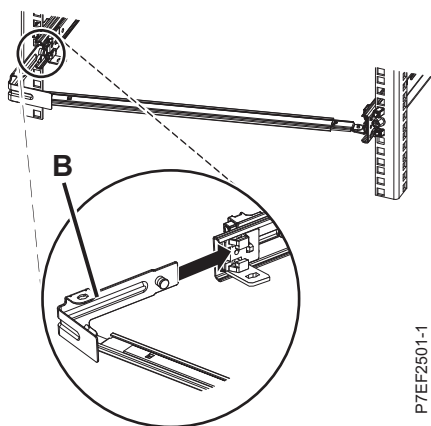

Figura 12. Estendendo o pino e instalando o suporte no trilho deslizante
4. Conecte o suporte de parada de organização de cabos **(B)** ao slot na parte interna do trilho esquerda deslizando o suporte de parada **(B)** para o trilho deslizante até que o pino com molas se encaixe. Para obter detalhes, consulte Figura 12.